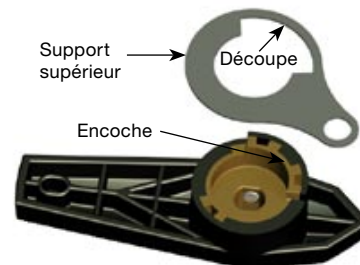

Figure 4
4. Retournez la **poignée** et placez le **support supérieur** sur la base de la poignée en superposant la **découpe** pratiquée dans le support et l'**encoche** située sur la poignée (figure 4).